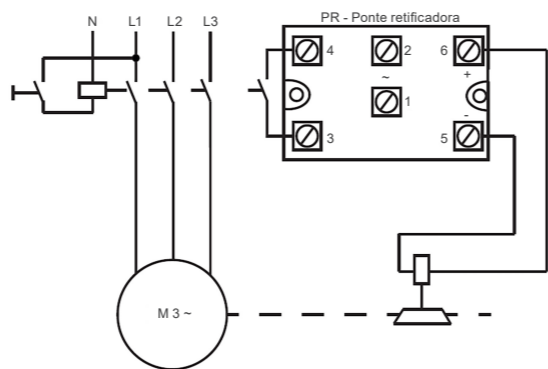

Figura 2.2: Esquema de ligação na ponte retificadora para frenagem rápida
B. **Frenagem rápida:** para frenagem rápida, a pontereticadora deve ser alimentada conforme esquema de ligação indicado na Figura 2.2 e Tabela 2.1.